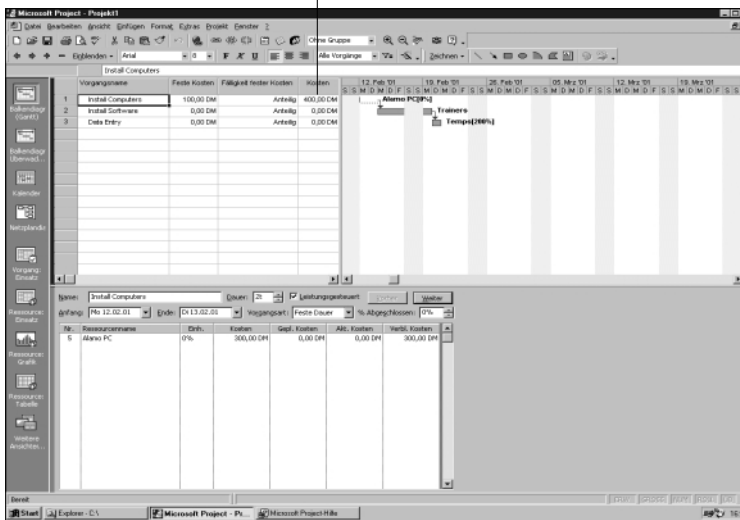

Abbildung 13.10:
2. Aktivieren Sie den unteren Teil des Fensters und wählen Sie FORMAT, EINZELHEITEN, RESSOURCENKOSTEN (siehe Abbildung 13.10).
6. Geben Sie in das Kosten-Feld den vertraglich festgelegten Betrag ein. In Abbildung 13.10 beträgt dieser Betrag 300\$.